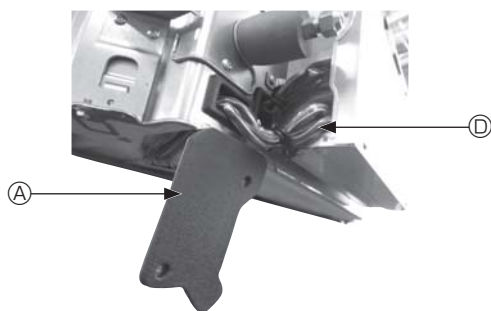

Fig. 4-4
- ① Fjern de to skruer, der holder ledningsafdækningen fast på hovedenheden, og åbn afdækningen.
- ② Før i-See-sensorens og signalmodtagerens ledninger gennem ledningsindgangene i boksen med elektriske komponenter som vist i diagrammet og omkring gennemføringerne på siden af hovedenheden. (Fig. 4-4)